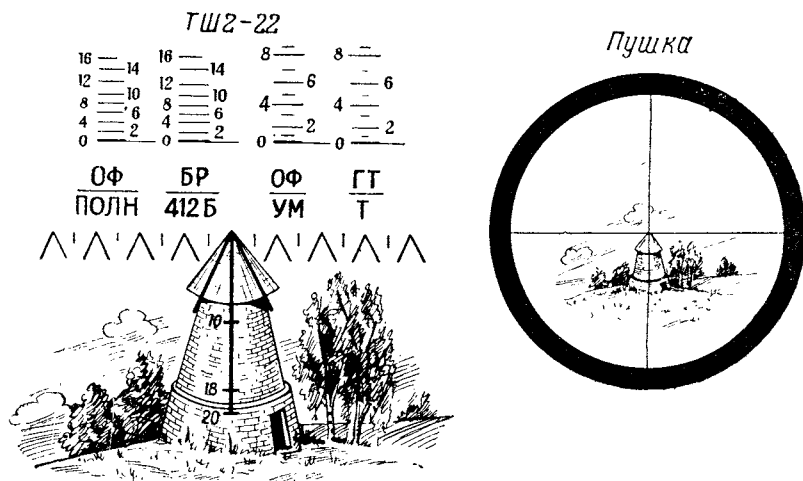

Рис. 42. Выверка прицела ТШ2-22 по удаленной точке
5. Визируя через отверстие в клине затвора для выхода бойка ударника и вращая маховики подъемного и поворотного механизмов пушки, навести центр перекрестия на пушке в выбранную точку (рис. 42).